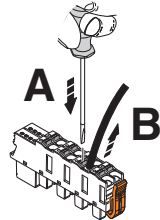

Abb. 7-9 Leitung entfernen
- Um eine Leitung aus der Klemmstelle zu entfernen, drücken Sie mit einem geeigneten Werkzeug (z. B. Schlitzschraubendreher mit einer Klingenbreite von 2,5 mm) auf den Federöffner. Damit öffnet sich der Schenkelfederanschluss der entsprechenden Klemmstelle (Abb. 7-9, A).
- Entfernen Sie den Leiter (Abb. 7-9, B).